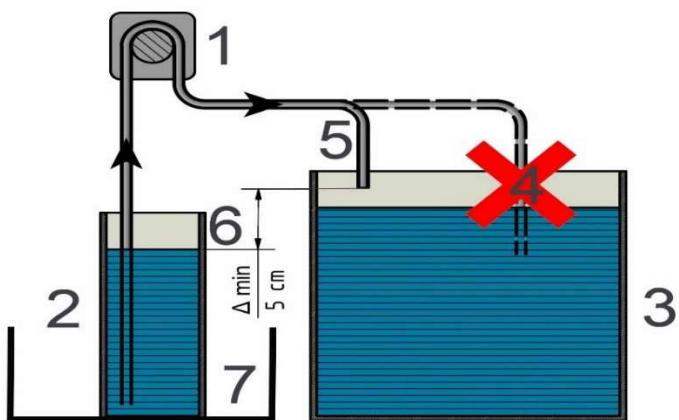

Рис. 1: Рекомендации по технике безопасности
Насосы – дозаторы (1) – это самовсасывающие насосы. Они должны быть установлены так, как указано на рис. 1. Только таким образом можно избежать вытекания из резервуара (2) пред назначенной для дозирования жидкости. Мы рекомендуем шланги сделать более короткими (макс. 2 м водяного столба =0,2 бара), но шланг на стороне всасывания должен достигать дна резервуара (2). Дозировочному шлангу нельзя висеть в воде аквариума (4). Это поможет избежать обратного потока воды. Уровень воды в резервуаре для дозирования жидкости (6) должен всегда быть ниже конца дозировочного шланга (5). Уровень воды в фильтре/аквариуме (3) при соблюдении данной рекомендации не играет никакой роли.